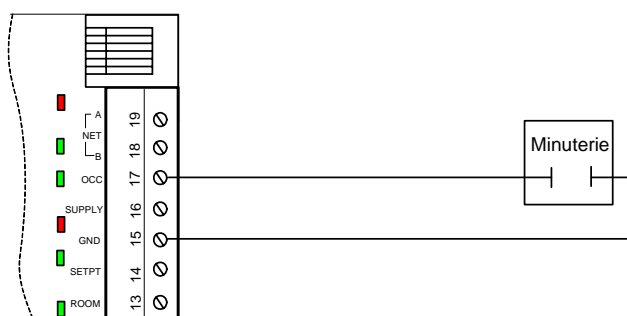

Figure 9: Raccordement d'une minuterie externe au régulateur
Un contact sec provenant d'une minuterie externe est utilisé pour basculer de la période occupée à la période inoccupée. Ce contact se raccorde entre la borne "Setback" (17) et la borne "GND" (15). Le contact est ouvert en période occupée et fermé en période inoccupée. Voir la Figure 9 pour une illustration des raccordements. Par contre si les régulateurs font parti d'un réseau utilisant un régulateur maître, ce dernier transmet l'état d'occupation sur le réseau et ainsi un contact individuel par régulateur n'est pas requis.